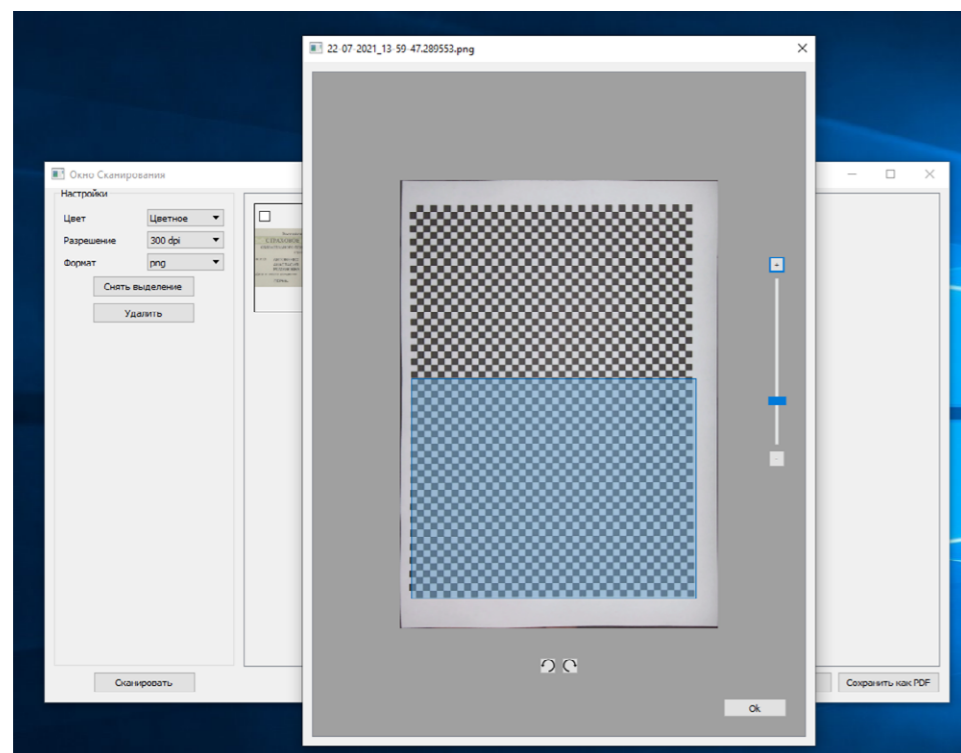

Рисунок 25. Дополнительное окно работы с изображением приложения Promobot Scanner Server, обрезка изображения
- обрезать изображение (для этого нужно выделить нужную часть изображения и нажать **Ок**. Область, которая осталась вне голубого выделения, будет обрезана, рис. 25).